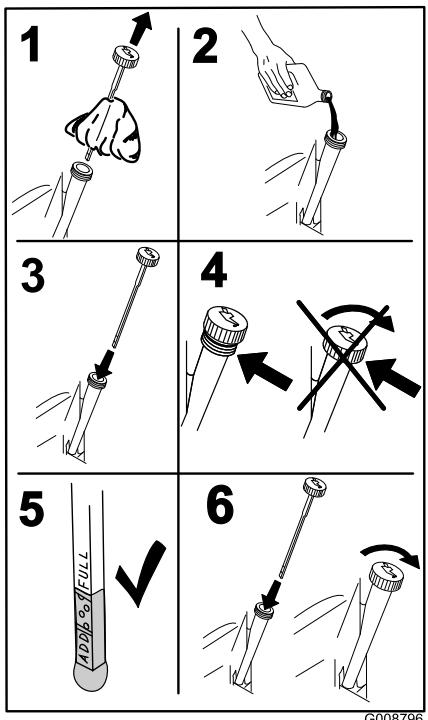

Figure 50
5. Versez lentement environ 80 % de l'huile spécifiée dans le tube de remplissage, puis faites l'appoint lentement jusqu'à ce que le niveau atteigne le repère maximum (**Full**) (Figure 50).